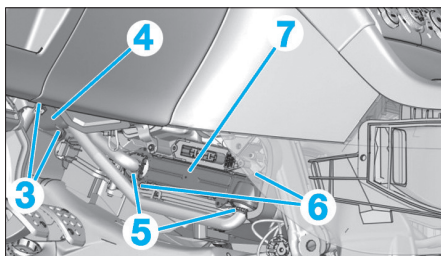

Fig. 16
- la vis de fixation de la platine (5) (derrière les durits),
- la platine (5),
- les 2 vis (3) (Fig.16),
- la platine de fixation des tuyaux (4),
- les agrafes (5).
- les 2 vis (6),
- la platine de fixation (7).